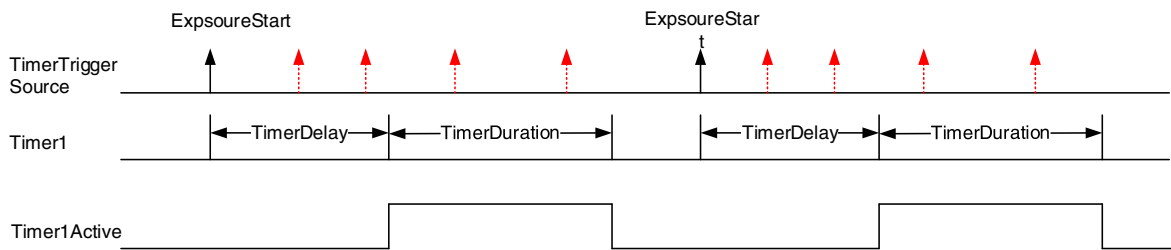

图 8-51 定时器工作原理示意图 2
- 1) 从定时器开始启动到 Timer1Active 完整输出,这个过程不会被曝光开始信号打断,即 Timer1Active 必须完整输出,才能根据下一个曝光开始信号开始计时。如图 8-51 所示,红色的曝光开始信号是被忽略的。